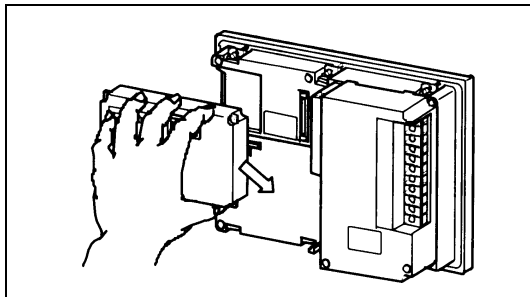

Abb. 5-21: Einbau des Netzwerkmoduls
- ① Schalten Sie die Spannungsversorgung des Bediengeräts aus.
- ② Setzen Sie das Netzwerkmodul wie in Abb. 5-21 gezeigt auf die Rückseite des GOT auf, und drehen Sie die Verschraubung fest an.